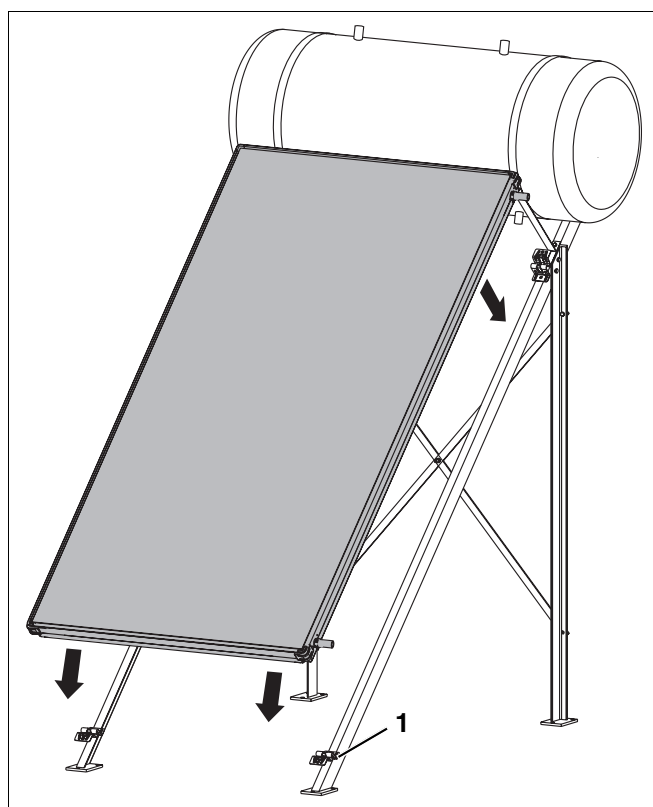

Fig. 14 Colocación del colector
- ▶ Coloque el colector centrado en las hendiduras de los soportes del colector (fig. 14, pos. 1).